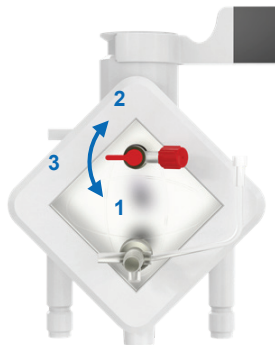

Figura 23 Válvula de desaeração do oxigenador
- Gire a válvula vermelha do oxigenador para a posição pré-filtro, (Figura 23, Posição 1; filtro pré-arterial).
- Gire a válvula vermelha do oxigenador até a posição pós-filtro, (Figura 23, Posição 2; filtro pós-arterial).